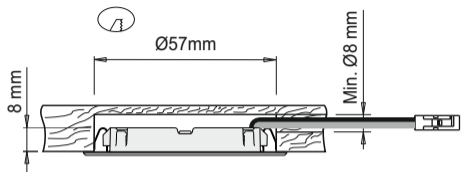

Fig 1
- To flush mount the device, bore a \varnothing 57mm hole \geq 8mm deep on the installation surface and then, if necessary, bore a $\varnothing \geq$ 8mm exit hole for the power supply cable as illustrated in figure 1.
- Für den Einbau der Leuchte eine Bohrung mit \varnothing 57 mm und einer Tiefe von \geq 8 mm auf der Montagefläche ausführen und ggf. für den Austritt des Netzkabels eine Bohrung mit $\varnothing \geq$ 8 mm ausbilden (Abb. 1).
- Pour l'encastrement de l'appareil, pratiquer un trou de \varnothing 57mm et d'une profondeur \geq 8mm sur le plan de montage et, si besoin, pratiquer pour la sortie du câble d'alimentation un trou de $\varnothing \geq$ 8mm comme indiqué sur la figure 1.